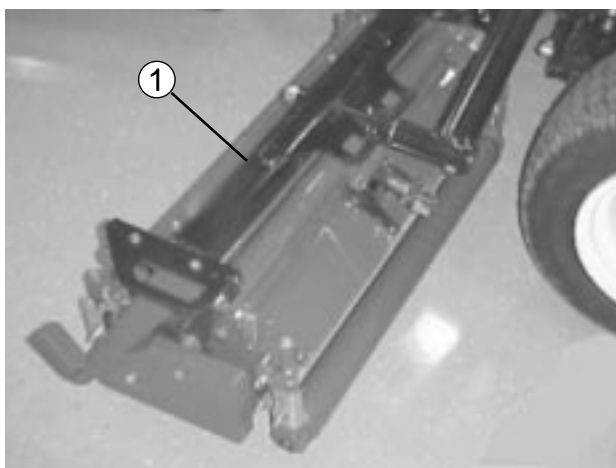
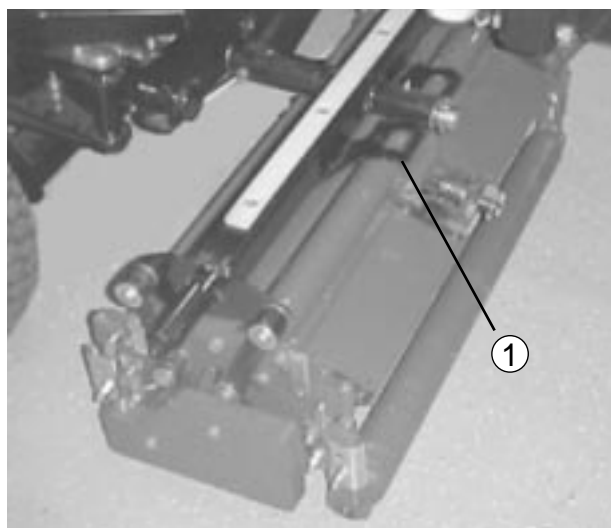
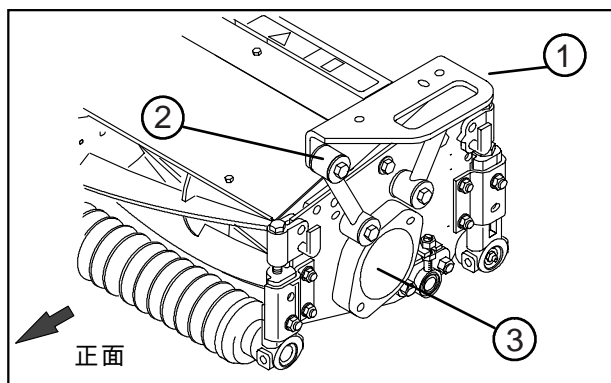

図 16
図 17
図 18
### カッティングユニットにキャリア・フレームを取り付ける（図16～18）
2. 前キャリア・フレーム（図16）を各前カッティングユニットに載せ、取り付け穴を取り付けリンクに合わせる（図18）。
3. 後キャリア・フレーム（図17）を後カッティングユニットに載せ、取り付け穴を取り付けリンクに合わせる（図18）。
4. キャップスクリュー（3/8-16×2-1/4）、平ワッシャ2個、ロックナットを使用して、取り付けリンクとキャリア・フレームを連結する（図18）。リンク両側にワッシャを1枚ずつ使用し、4.3kg.mにトルク締めする。
3. 残りのカuttingユニットについても、ベアリング・ハウジングに取り付けてある出荷用のプラグを取り外す（図18）。